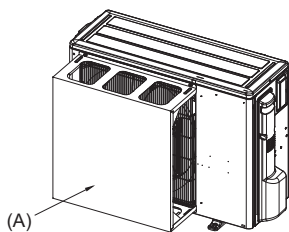
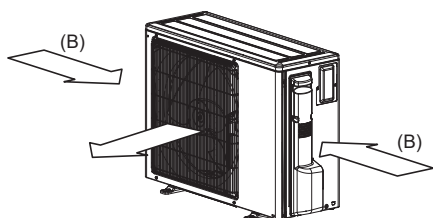

Fig. 2-5
Fig. 2-6
- (2) Installare una guida di protezione dell'aria opzionale se l'unità è installata in un luogo in cui forti venti provenienti da un tifone, ecc. possono entrare direttamente nell'uscita dell'aria. (Fig. 2-5)
- (A) Guida di protezione dall'aria
- (3) Se possibile, posizionare l'unità in modo che la bocca di uscita soffi perpendicolarmente alla direzione del vento stagionale. (Fig. 2-6)
- (B) Direzione del vento